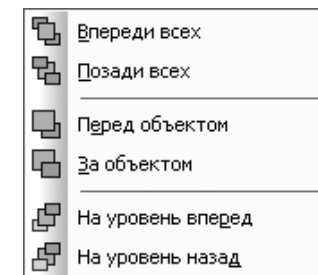

Рис. 4.158. Всплывающее меню пункта **Порядок** выпадающего меню пункта **Редактор** главного меню
- **Порядок** вызывает всплывающее меню, показанное на рис. 4.158;